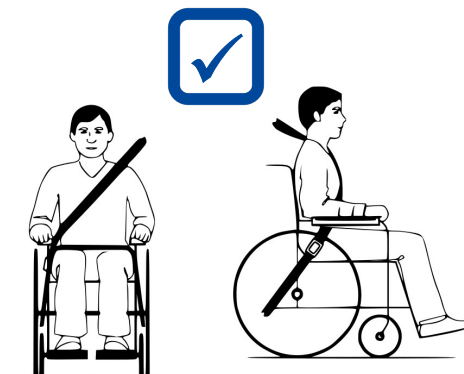

Abbildung 4 Gurt korrekt angelegt
10. Achten Sie darauf, dass die Schultergurte über den Schultern liegen, siehe Abbildung 4.